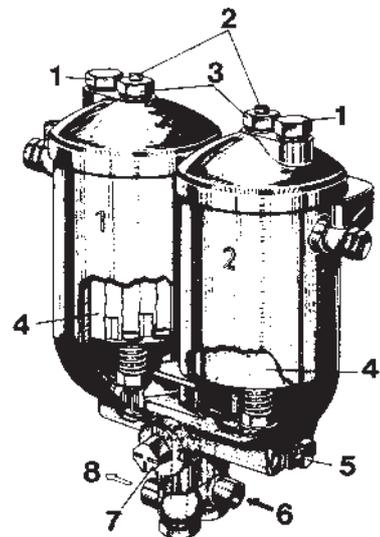
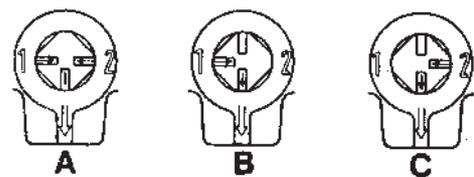

Fig. 146. Filtres à carburant, type réversible
Fig. 147. Positions du robinet 3 voies, filtre à carburant réversible
- Placer le robinet (7, figure 146) en position « C », figure 147.
- Ouvrir la vis de purge (2) sur le filtre N° 1. Enlever le bouchon de vidange (5) du même filtre et recueillir le carburant dans un récipient.
- Enlever l'écrou de serrage (3) et déposer le couvercle. Sortir la cartouche filtrante.
- Reposer le couvercle avec un joint neuf. Enlever le bouchon de remplissage (1) et remplir la cuve de gazoil. Revisser le bouchon en place.
- Placer le robinet en position « A », figure 147 et faire tourner le moteur pendant quelques minutes pour bien purger la cuve du filtre.